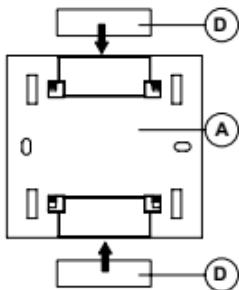

Fig. 4.
Sie können die Sicherungsplatte A (Abb. 4) auch mit Hilfe der mitgelieferten Klebestreifen (D) auf einer glatten/flachen Oberfläche befestigen (keine metallartige Oberfläche!).